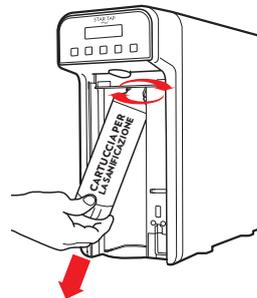

Fig. 2-29
28.34 - Estrarre la cartuccia per la sanificazione ruotando la stessa in senso orario verso destra fino alla completa estrazione, vedi Fig. 2-29.